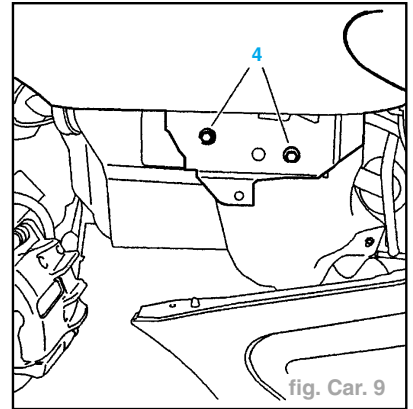

fig. Car. 9
- Déconnecter le rappel clignotant (2).
- Déposer les vis (4) (fig. Car. 9).